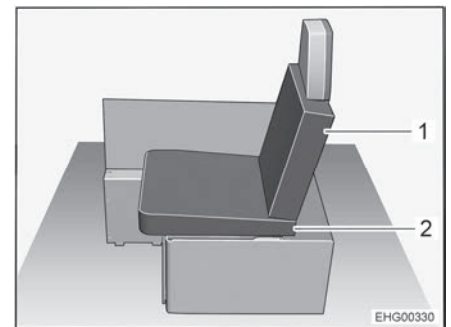

Bild 41 Efter ombyggnad
- Placera en av sittdynorna från den vänstra längsgående sittbänken som sittdyna (Bild 41,2) på sittbänken. Notera kilformen på sittdynan: Sittdynan måste slutta något mot ryggstödet (se Bild 41).
- Fäst en av de medföljande extra dynorna som ryggkudde (Bild 41,1) på ryggstödet på den hopfällbara stolen.